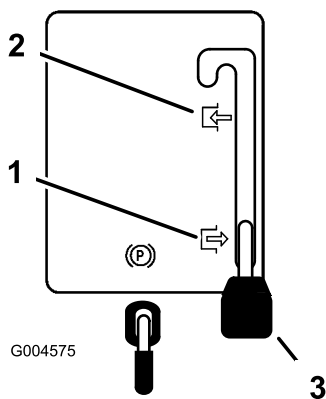

Figura 10
2. Ponga la palanca de control de las cuchillas (PTO) en Engranado (Figura 10).
2. Ponga la palanca de control de las cuchillas (PTO) en Desengranada (Figura 10).
4. Ponga la palanca de control de las cuchillas (PTO) en Desengranada (Figura 10).